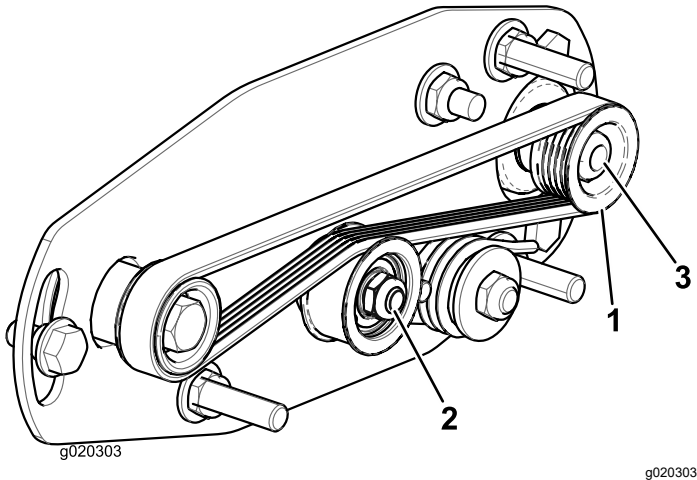
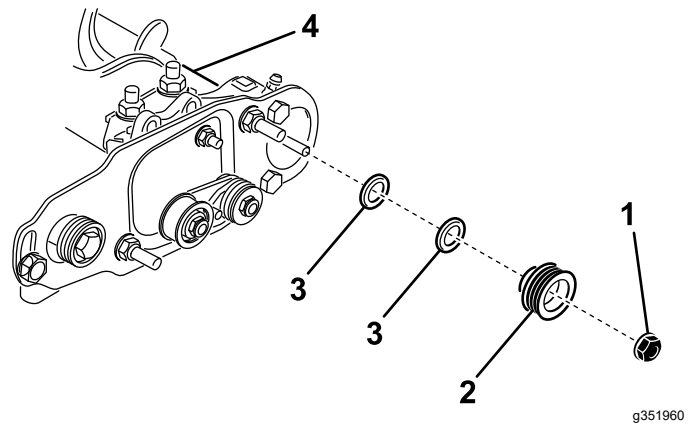

图 24
图 25
**注意** 从动皮带轮位于滚筒刷轴可以自由出入图 24。
2. 旋转滚刀会带动驱动皮带轮旋转把皮带从驱动皮带轮上撬下来图 24。
3. 卸下将从动皮带轮固定至刷轴的锁紧螺母图 24 或图 25。
4. 从轴上卸下从动皮带轮图 25。
5. 如果皮带轮需要移出可添加 0.8mm 厚的垫圈图 25。